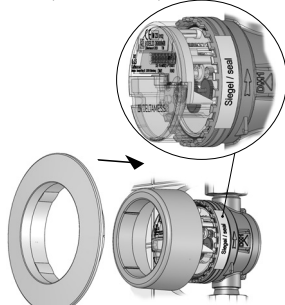

Bild 9 (Verplombung Unterputz)
- Trockenkapsel mittels Klebplombe am Gehäuse sichern. Zylinder und Rosette auf das Zählwerk aufsetzen (Bild 9).